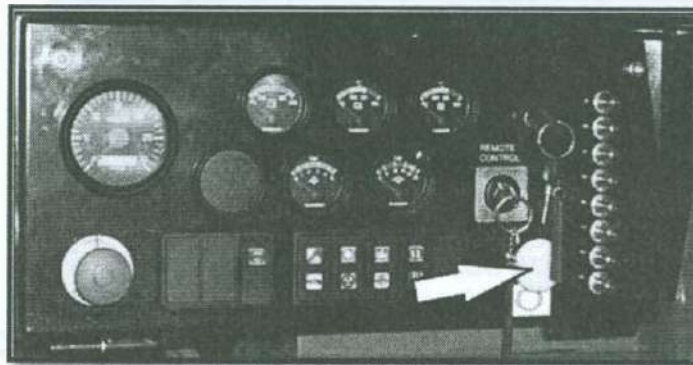

Figura 38. Freno de estacionamiento.
1. Accione los frenos pulsando el botón de control del freno (Ver figura 38).